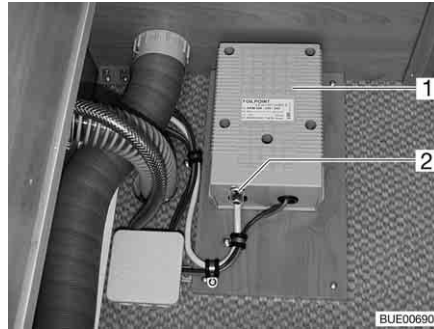

Fig. 195 Transformateur du chauffage électrique du plancher
Selon le modèle, le transformateur (Fig. 195,1) du chauffage électrique du plancher est installé dans la banquette, dans le coffre de banquette ou dans le garage arrière.
Quand le transformateur est surchargé, la protection contre les surcharges se déclenche. La goupille (Fig. 195,2) sort de son logement.
- Enfoncer la goupille (Fig. 195,2) de la protection contre les surcharges, une fois que le transformateur est refroidi.